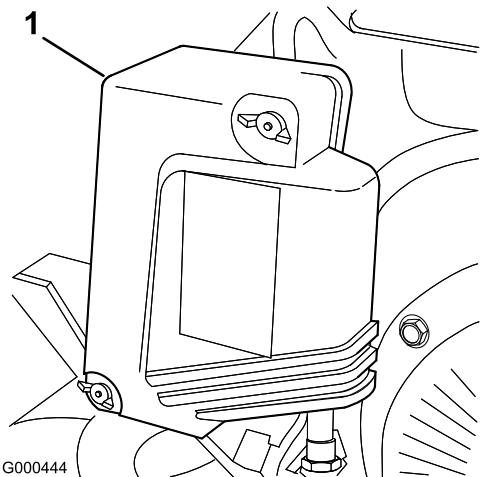

Figura 24
- Togliete i dadi ad alette che fissano il coperchio del filtro dell'aria al filtro, togliete il coperchio, e pulitelo accuratamente (Figura 24).